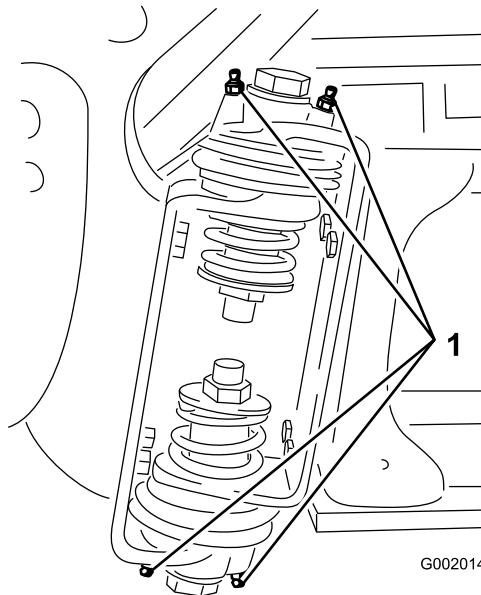

Figure 61
2. Injectez la graisse dans le roulement ou la bague au niveau de chaque graisseur (Figure 61).